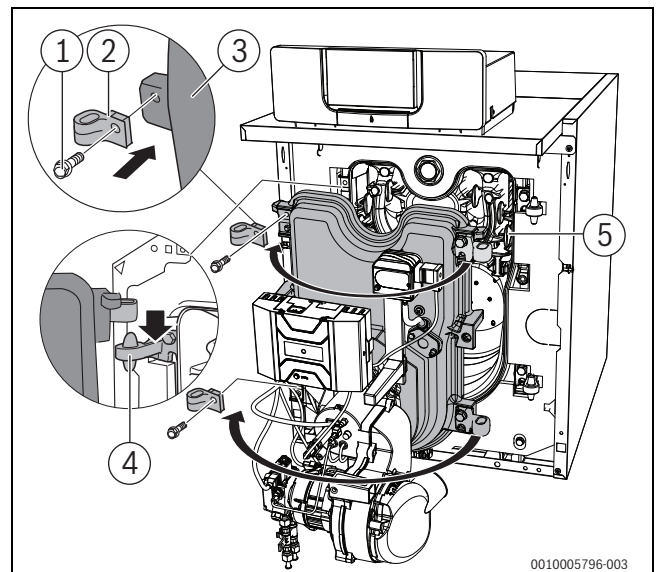

Bild 13 Feuerraumtür umbauen
- ▶ Kessel mit Hilfe eines Transportmittels kippen (→ Bild 13, Seite 13).